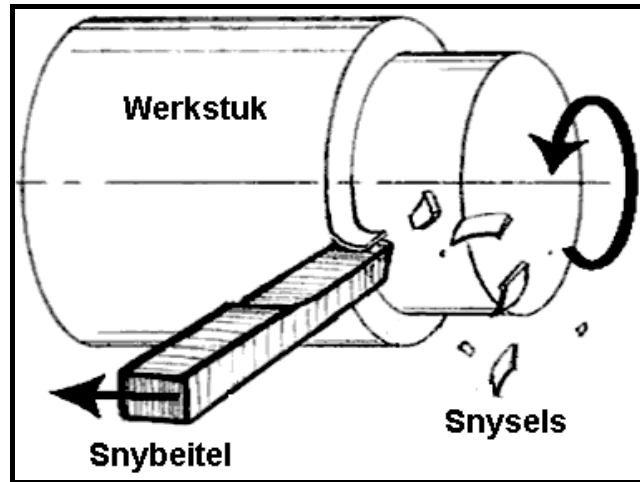

FIGUUR 1.2
1.7 FIGUUR 1.2 toon 'n bewerking om 'n werkstuk te masjineer. Identifiseer onderdeel A soos in die figuur getoon.